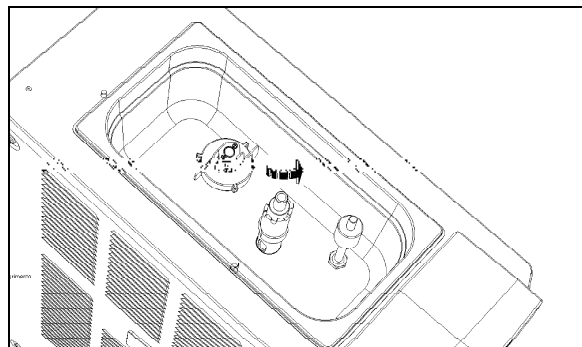

Fig. 10
- Sollevando e ruotando la parte superiore del tubo in senso antiorario (fig.10) e posizionando così il perno dello stesso su tacche via via più alte, si aumenta la quantità di prodotto che può affluire in camera di congelamento andando così a modificare la consistenza e la voluminosità dello stesso.